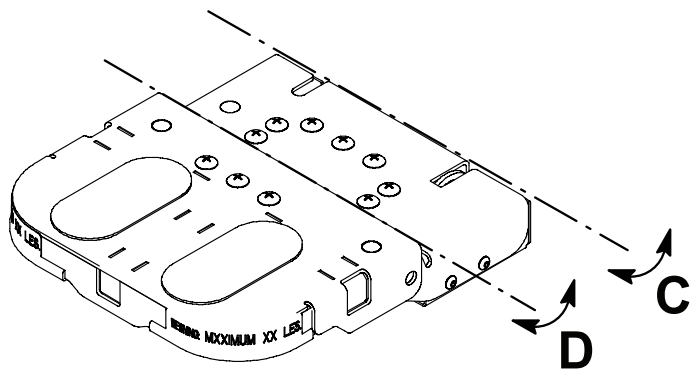
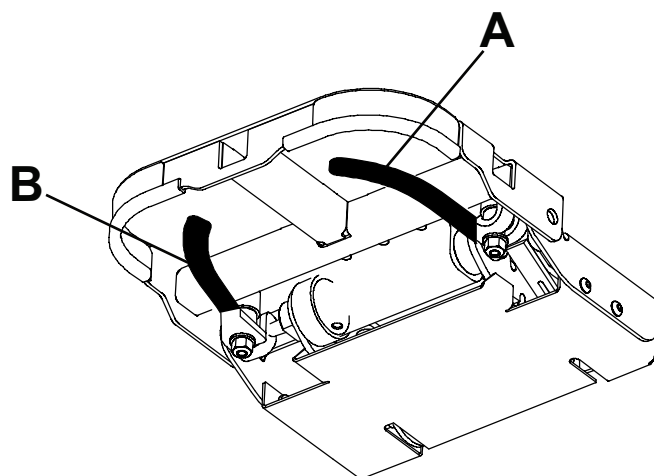

Figura 8 – Gire la pieza de la cabeza
Figura 9 – Posiciones de las asas
- El asa (A) (Figura 9) libera uno de los pasadores y gira la pieza de la cabeza en torno al eje (C) (Figura 8).
- El asa (B) (Figura 9) libera el otro pasador y gira la pieza de la cabeza en torno al eje (D) (Figura 8).